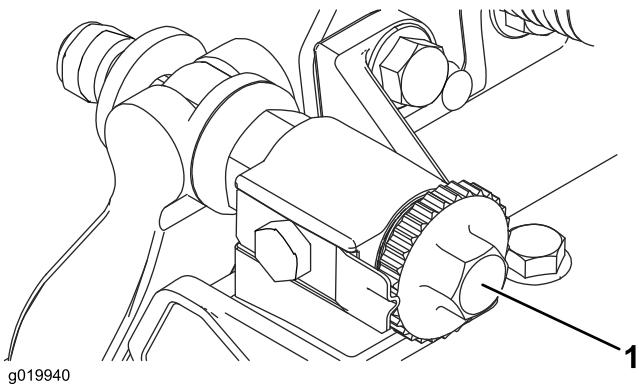

Figura 16
- Coloque a unidade de corte numa superfície de trabalho plana e nivelada. Rode os parafusos de ajuste da barra de apoio no sentido contrário ao dos ponteiros do relógio para assegurar que a barra de apoio não entra em contacto com o cilindro (Figura 16).